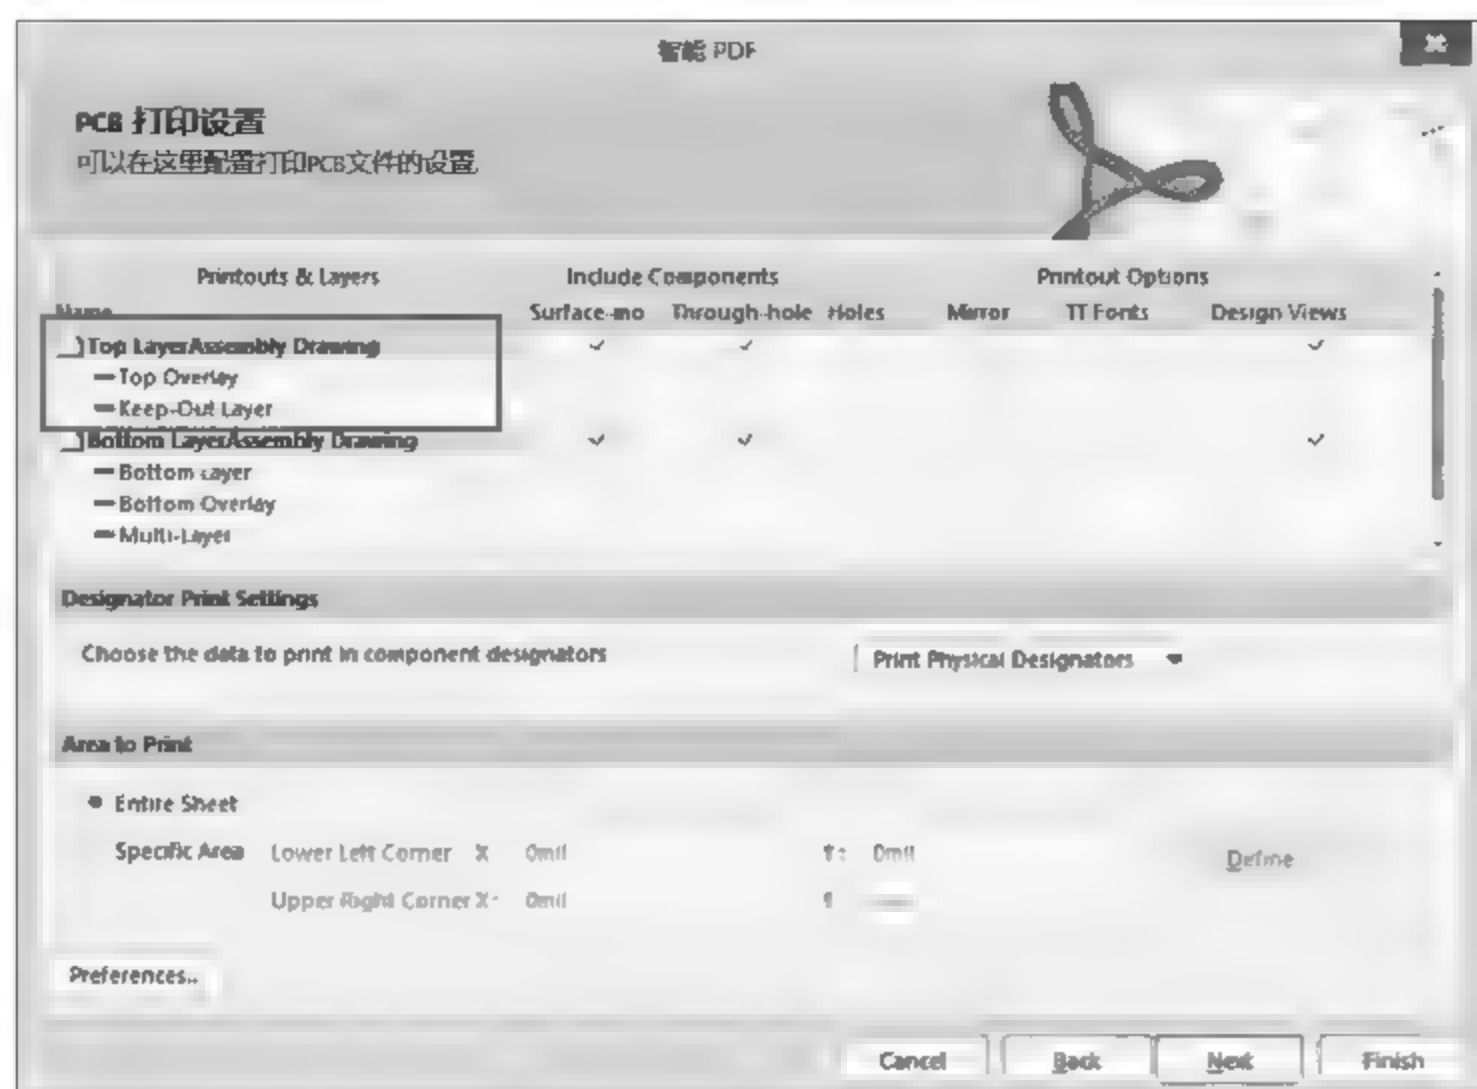

图 6-32 设置好的 Top Layer Assembly Drawing
(10) 至此,完成对 Top LayerAssembly Drawing 所输出的层的设置,如图 6-32 所示。
(11) Bottom LayerAssembly Drawing 的设置重复步骤(9)、(10)的操作即可。